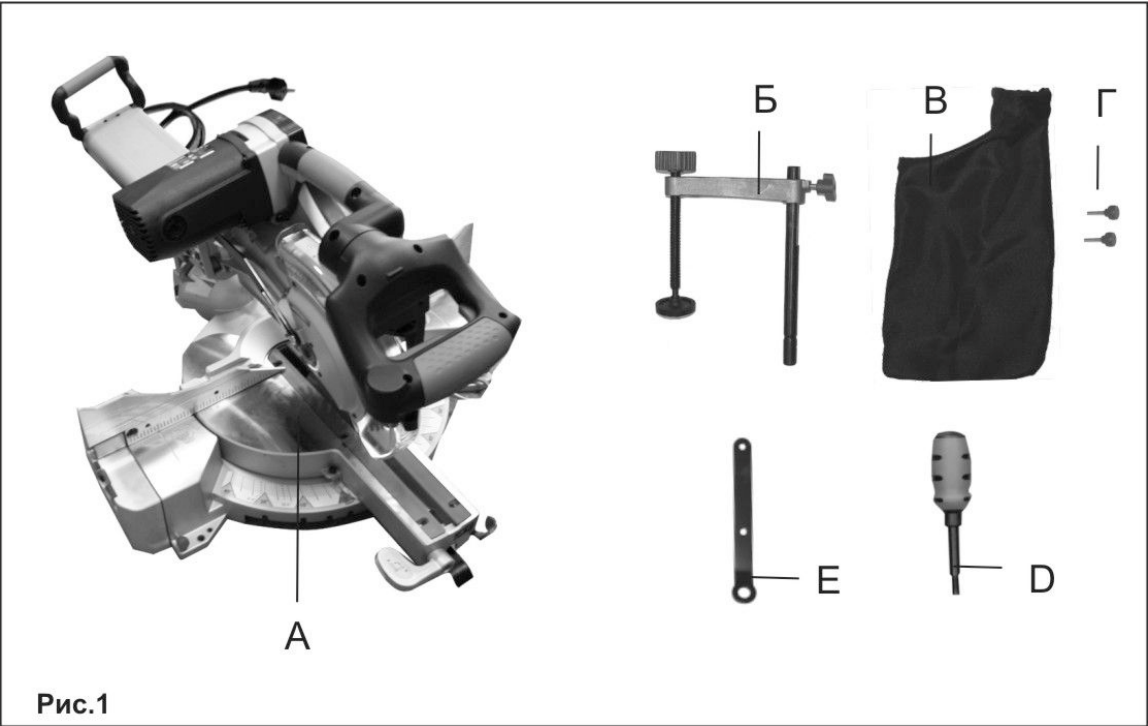

Рис.1
4.1. В комплект поставки входит (Рис.1):